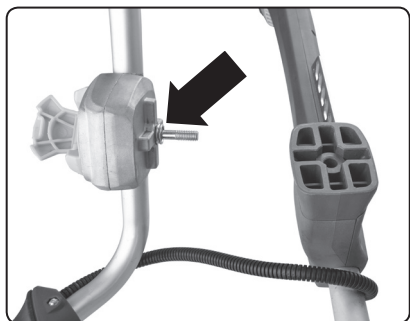

Abb. 11
1. Setzen Sie die Feder auf die Lenkerschraube (Abb. 11).